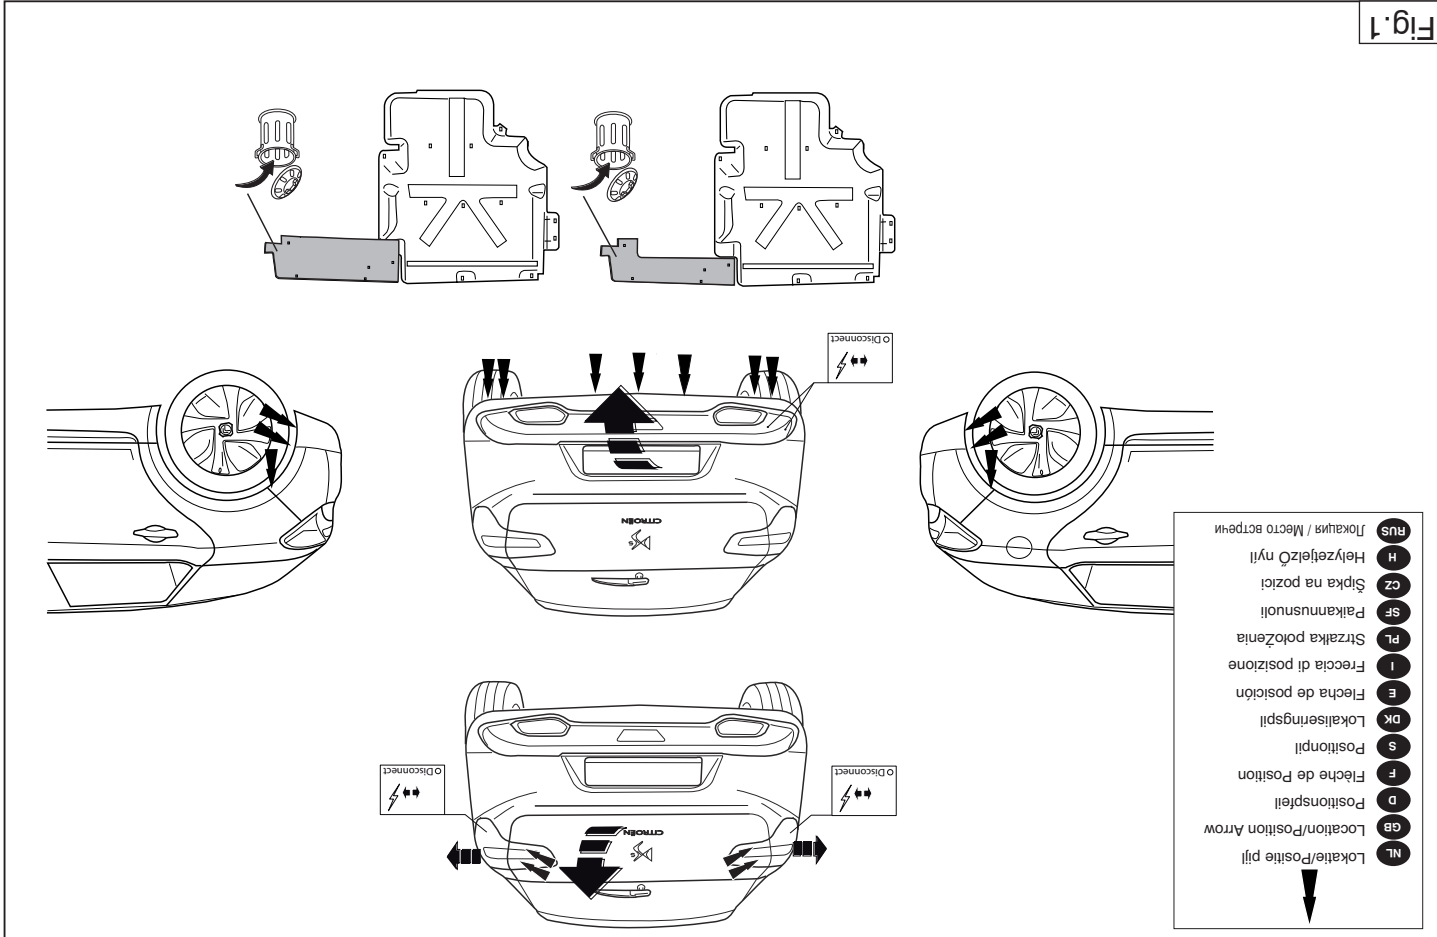

Fig. 1
1. Dismantle the rear-lights and the bumper. See figure 1
1. Rücklichter und Stoßstange abmontieren. Siehe Abbildung 1
1. Déposer les feux arrière et le pare-chocs. Voir la figure 1.
1. Demonter baglysene og kofangeren. Se fig. 1.
1. Снять задние фары и бампер. См. рисунок 1